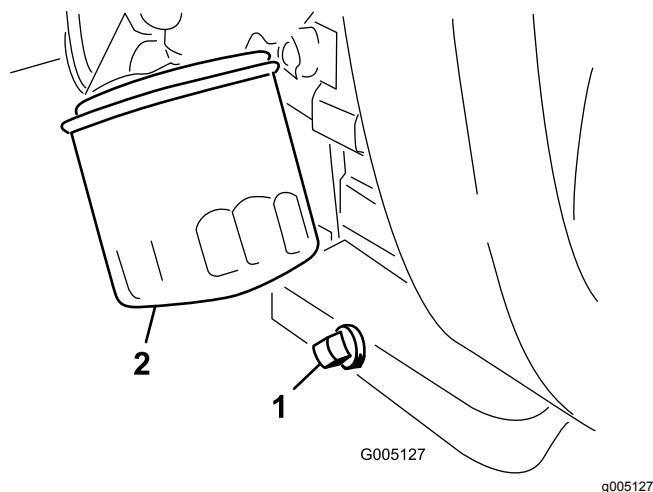

图30
1. 拆下排油塞图30让油流入放油盘。
2. 清洁排油塞的螺纹施用聚四氟乙烯密封材料然后安装排油塞图30。
3. 拆下机油滤芯图30。